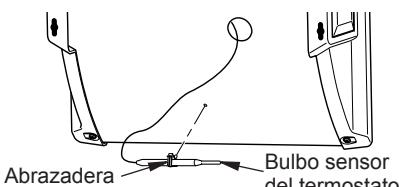

Figura 5 - Instalación del bulbo sensor del termostato
1. Coloque la abrazadera en el bulbo sensor de termostato como se muestra en la figura 5. La abrazadera se incluye en el paquete de ferretería.
2. Coloque la abrazadera en el orificio de montaje como se muestra en la figura 5. El orificio de montaje se encuentra en el centro del panel posterior inferior del calentador. Asegúrese que el bulbo sensor del termostato esté en posición horizontal.